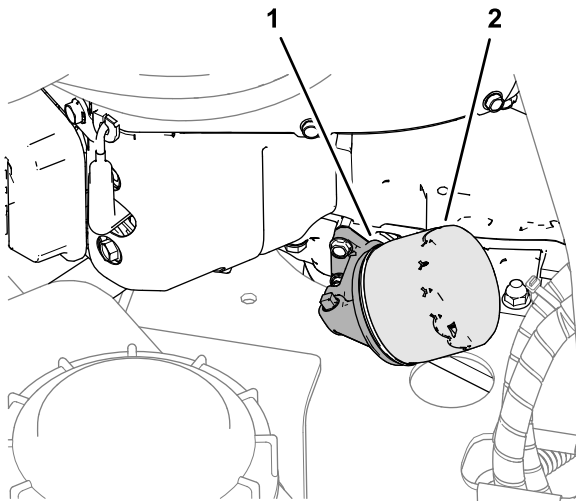

Figura 75
3. Retire el filtro de aceite del motor (Figura 75).
4. Enrosque el filtro nuevo sobre el adaptador del filtro del motor (Figura 75) hasta que la junta entre en contacto con el adaptador, luego apriete el filtro  $\frac{1}{2}$  a  $\frac{3}{4}$  de vuelta más.